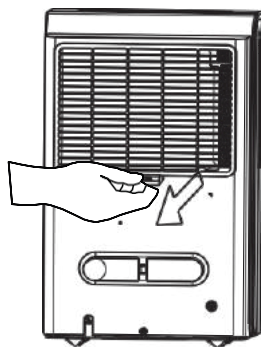

Fig. 14
- Para retirar el filtro, tire hacia el exterior (véase fig. 14).